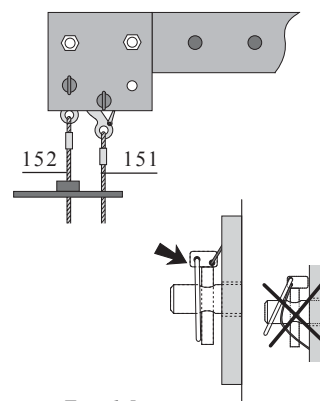

Fig. 1.5
- Agganciare i cavi ai punti di ancoraggio tramite dei perni (009). Su ogni trave di sospensione sono previsti dei punti di ancoraggio separati per il cavo portante (151) e per il cavo di sicurezza (152). Rispettare obbligatoriamente la chiusura corretta delle clip dei perni (009) (Fig. 1.5).
**E' obbligatorio utilizzare questi due punti di ancoraggio separati (Fig. 1.5).**
- L'operazione di aggancio dei cavi alla trave di sospensione deve essere eseguita sulla copertura e prima di spingere l'elemento della parte a sbalzo della trave (012) verso l'esterno dell'edificio.